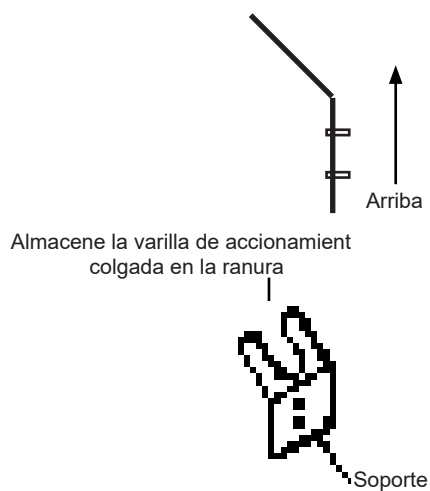

Figura 17
- Monte el soporte de la varilla de accionamiento del Stop-Tite (Figura 17) en la pared interior cerca del retenedor de vehículos (o lo más cerca posible de la caja de control, si está equipada). Piezas metálicas de montaje proporcionadas por terceros.